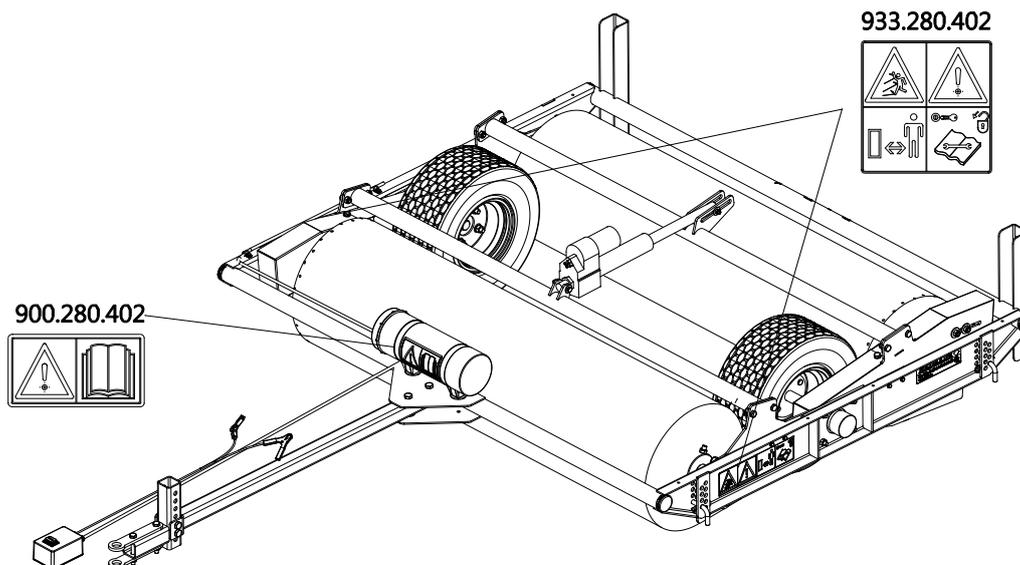

Abb. 5
Beidseitig der Speed-Brush (Abb. 5) befinden sich Sicherheitsaufkleber (Abb. 2, 3, 4) mit einem entsprechenden Warnhinweis. Diese Sicherheitsaufkleber müssen jederzeit gut sichtbar und lesbar sein und sind, sollten sie beschädigt sein, unverzüglich zu ersetzen.
- (7) Position der Sicherheitsaufkleber (Abb. 5)